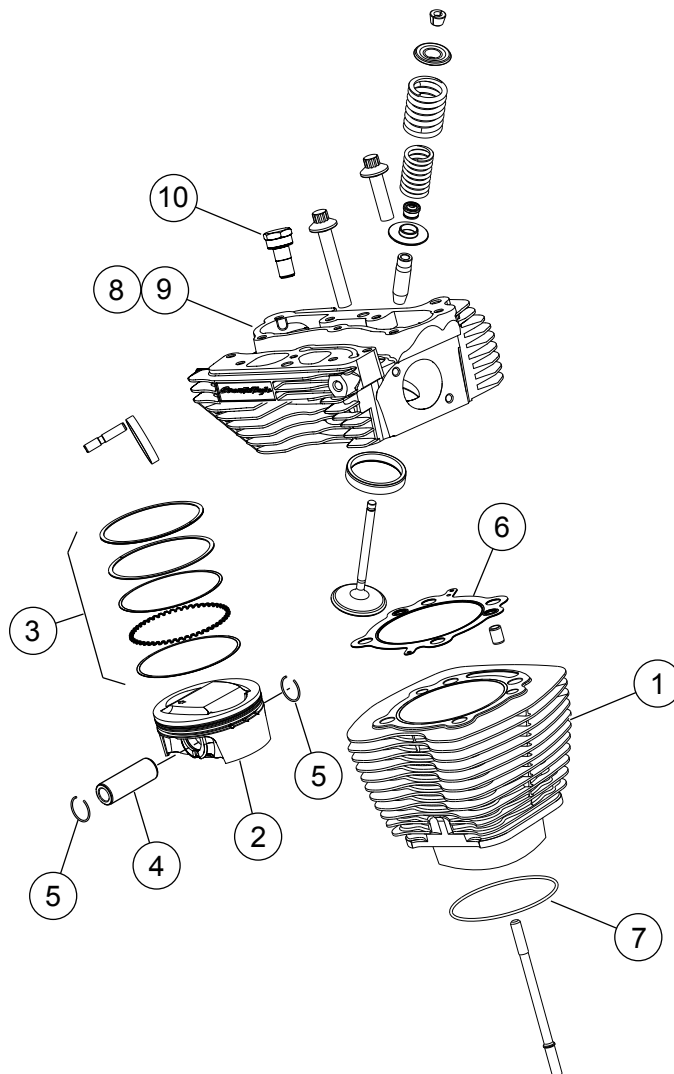
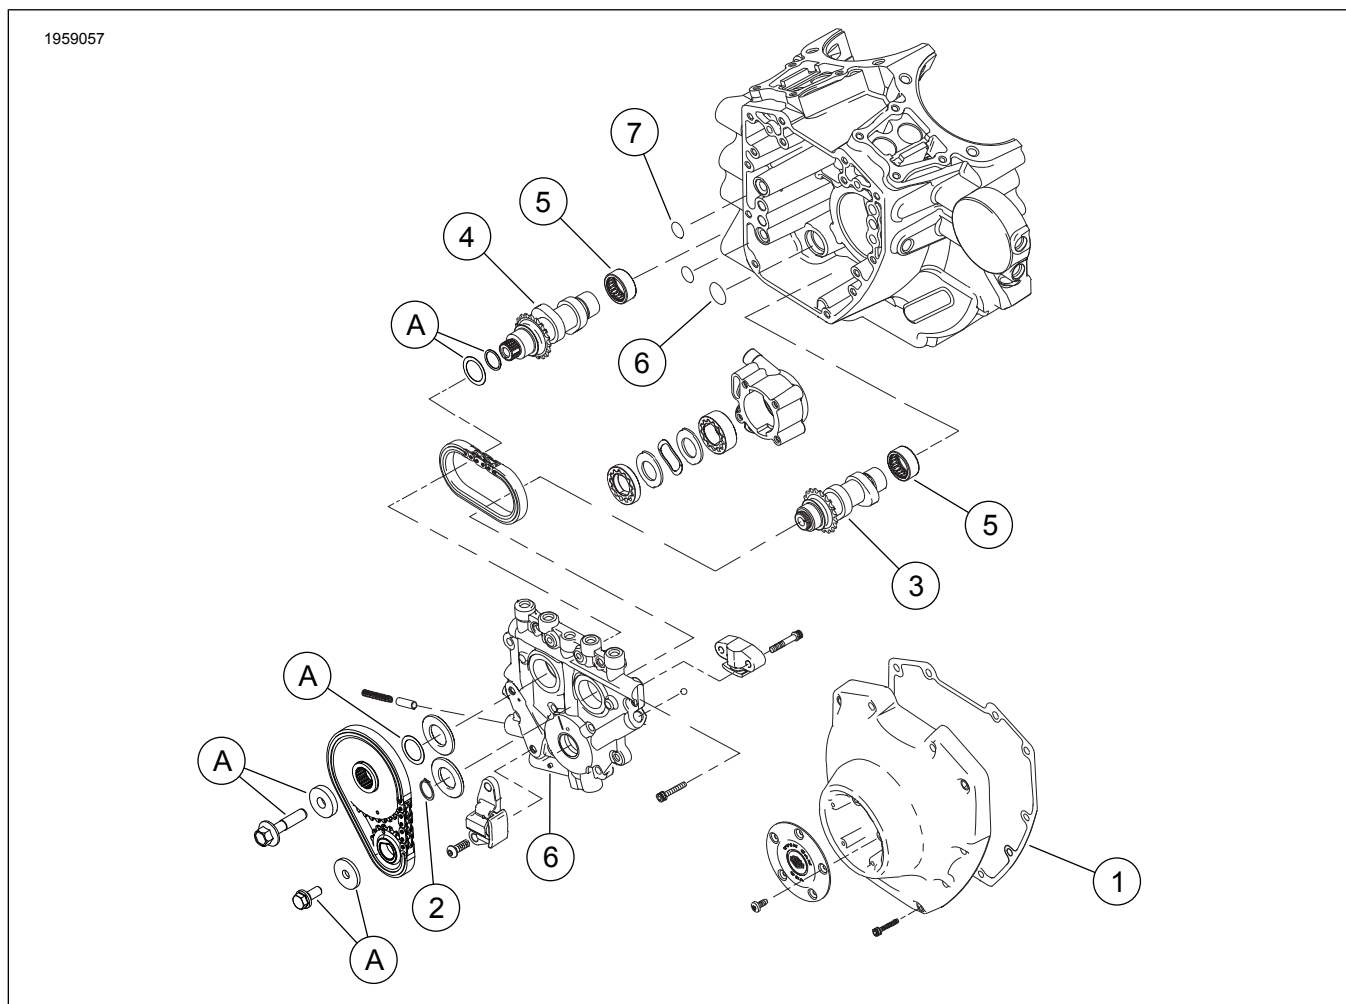

Figura 1. Componente de service: Kit Etapa 4 Screamin' Eagle Pro TC (96 CI până la 103 CI)
Figura 3. Componente de service: Kit Etapa 4 Screamin' Eagle Pro TC (96 CI până la 103 CI)
Consultați Figura 1 pentru Figura 3 și Tabelul 1 pentru Tabelul 3.
1. Consultați Figura 3 . Inspectați rulmenții cu ace ai arborelui cu came (7) și înlocuiți-i, dacă este necesar.
2. Consultați Figura 1 până la Figura 3 . Asamblați camele pe placă, chiulasele de performanță și capătul superior al motorului folosind piesele din kit. Consultați secțiunile corespunzătoare despre MOTOR din manualul de service.